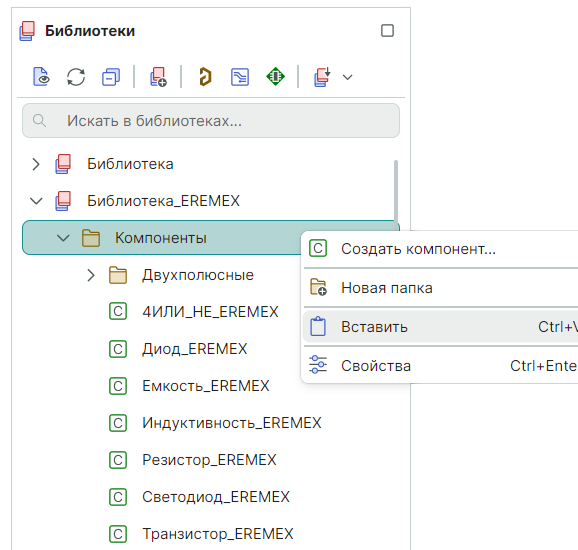

Рис. 333 Вставка библиотечного объекта из буфера памяти
- В выбранном узле из контекстного меню выберите «Вставить», см. Рис. 333.